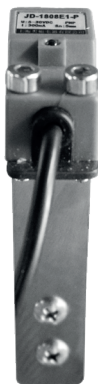

Figura 10
9. Conecte o sensor indutivo ao equipamento (figura 10).